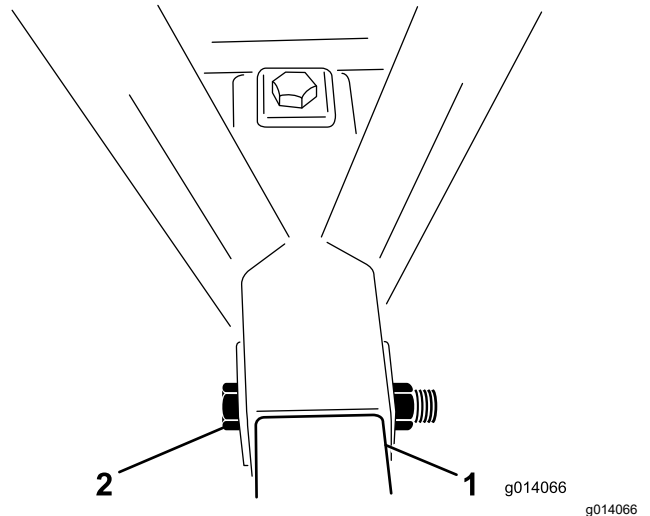

Figura 4
5. Coloque um parafuso (1 pol. x 6½ pol.) através da estrutura e tubo de engate e instale uma porca de bloqueio (Figura 4). Aperte a porca de bloqueio com uma força de 976 a 1193 N·m.
6. Coloque um parafuso (1 pol. x 6½ pol.) através do topo da estrutura e para baixo através do tubo de engate e prenda-o com uma porca de bloqueio (Figura 4). Aperte a porca de bloqueio com uma força de 976 a 1193 N·m.